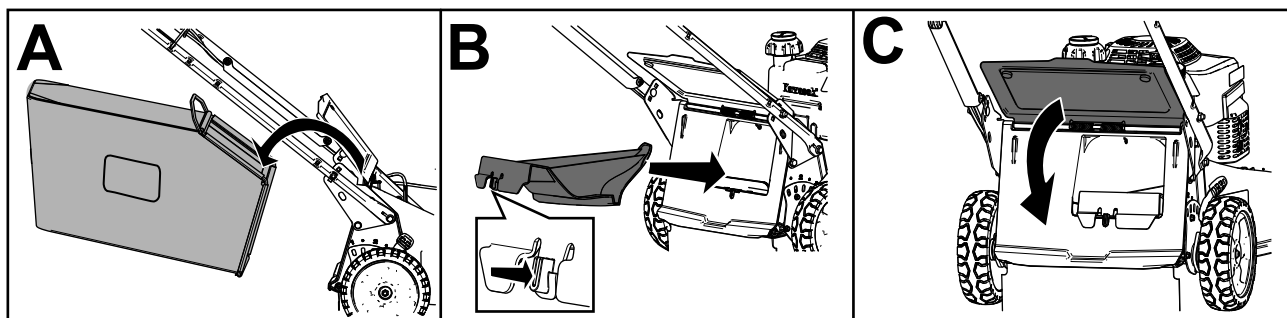

Figura 19
- Se o saco de relva estiver na máquina, retire-o (A de Figura 19).
- Se o bujão de descarga traseira não estiver instalado, agarre-o pela pega, eleve o defletor traseiro e insira-o na calha de descarga traseira até que encaixe no sítio (B de Figura 19).
3. Retire a barra do saco de relva das ranhuras na base da pega (A de Figura 19).
4. Insira o bujão de descarga (B de Figura 19).
5. Baixe o defletor traseiro (C de Figura 19).